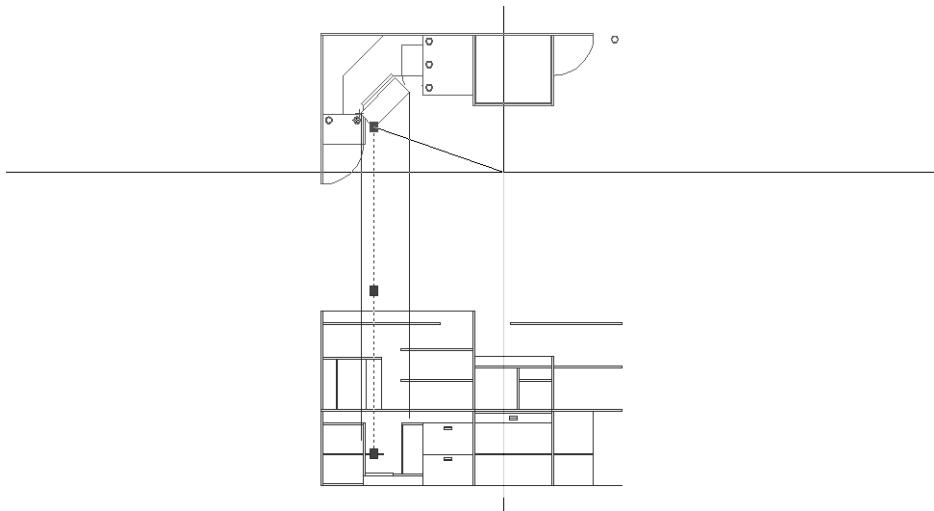

Рис. 8.24 ▼ Копирование вертикальных линий в характерные точки чертежа клавиатуры
3. Скопируйте с помощью маркеров выделения полученный перпендикуляр в два других угла чертежа подставки под клавиатуру (рис. 8.24).